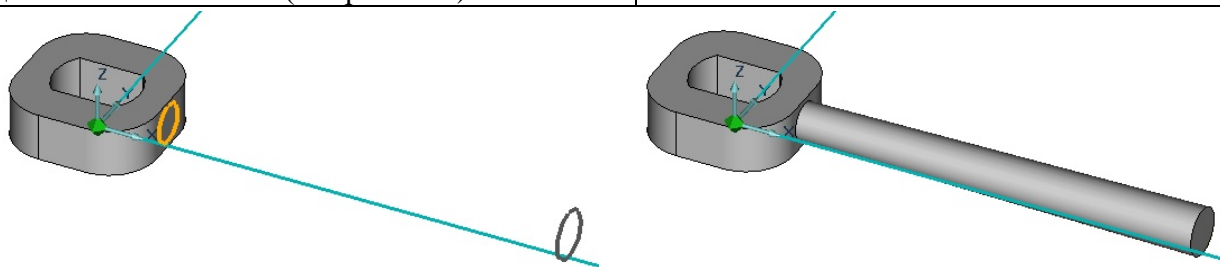

Рис. 32. Завершение построения модели детали "Рукоятка"
**<Enter>**. Включите режим  **Вид на рабочую плоскость**. Выберите инструмент  **Окружность заданного диаметра**, задайте Диаметр = 10. Установите курсор в начало координат (**<Home>**), сделайте шаг вправо (при D = 5) и зафиксируйте окружность - **<Space>** (см. рис. 32а).
Включите кнопку  **Абсолютная рабочая плоскость XY**, режим  **Изометрический вид**. Включите кнопку  **Сечения** (панель Операции построения объёмного элемента). На запрос программы **Выберите Профили / Esc** укажите последовательно первую и вторую окружности, два раза нажмите **<Esc>**. Ещё раз **<Esc>** для завершения построения. Соедините модели головки и стержня. Включите и удерживайте кнопку  **Выбор элементов**, выберите **3D только**. Укажите сначала модель головки, затем модель стержня. Включите операцию  **Объединение элементов** (см. рис. 32б).